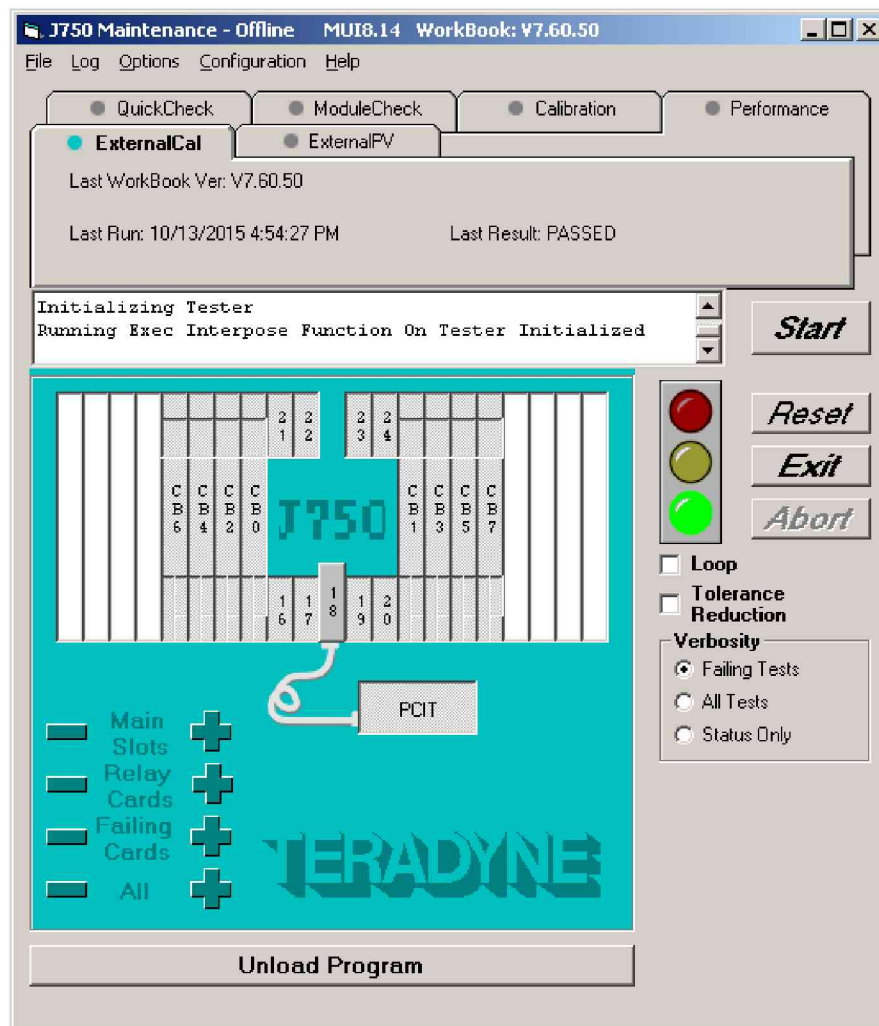

Рисунок 2 – Диалоговое окно программы «J750Maint»
6.3.1.4 В диалоговом окне (рисунок 2) программы «J750Maint» перейти на вкладку «External Cal».